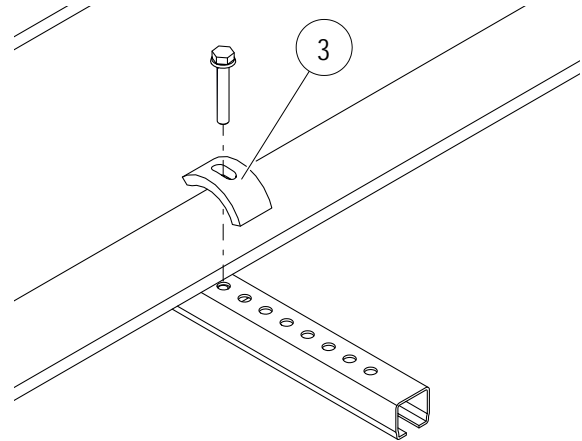

Abb. 27: Spannpratze (Pos. 3) verschrauben
- Die Vierkantomutter (Pos. 2) mit der Schraube und der Spannpratze (Pos. 3) an beiden Seiten des Tragprofils mit 25 Nm anziehen (siehe Abb. 27).